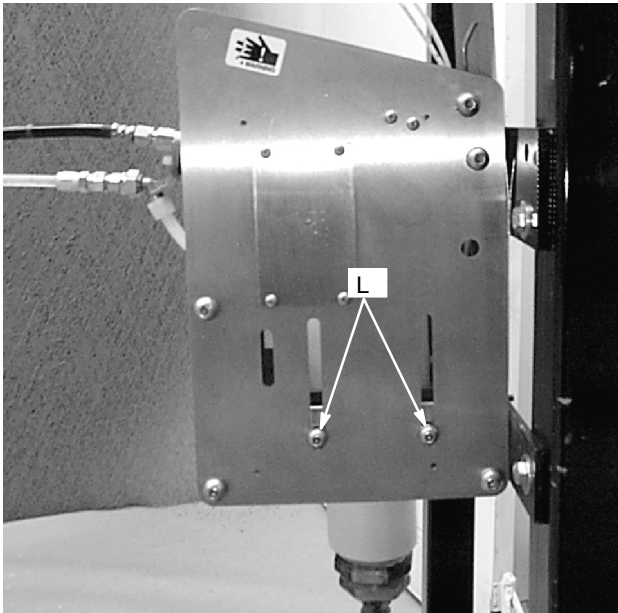

Fig. 10
3. Afloje los dos tornillos (L) del lado de la caja. Vea la Fig. 10.